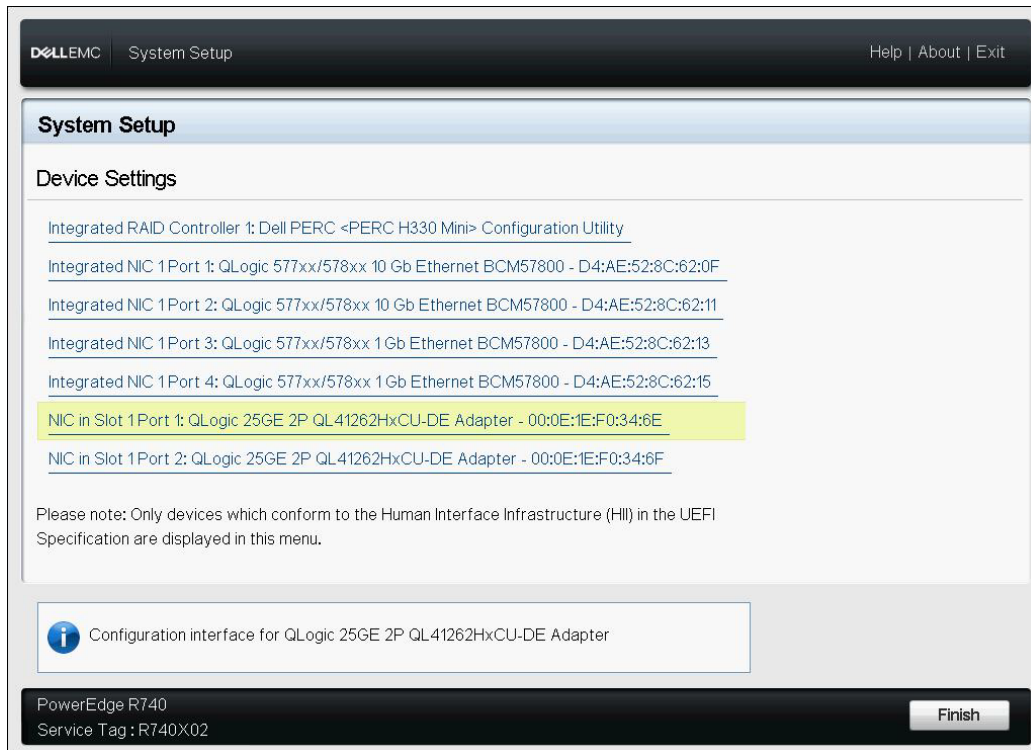

Figure 10-2. Configuration du système : Paramètres de périphérique, Sélection du port
3. Sur la page Paramètres de périphérique, sélectionnez le périphérique QLogic (Figure 10-2).